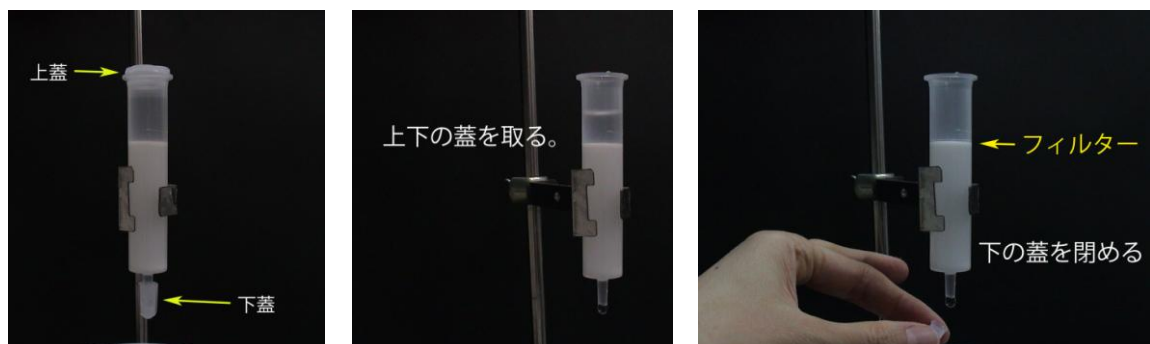

図 4. 酵素液調整手順 2 : カラムの準備
- ④ スタンドに固定したゲル濾過用カラムの下にビーカーを置いて、カラムの上下のふたを開ける (図 4) (注⁴)。
- ⑤ カラムの上部に入っていた緩衝液の水面がフィルターのところにきたら、すぐに下側のふたをキッチリと閉める (図 4 右)。